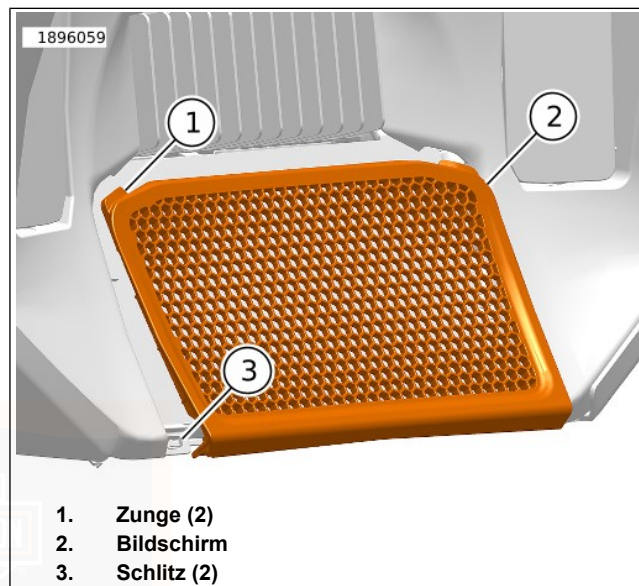

Abbildung 114. Kühlergrill
- a. Von der Rückseite der unteren Verkleidung auf die Laschen (2) drücken, um den Kühlergrill (1) zu lösen.
3. Siehe Abbildung 114. Den Kühlergrill einbauen.